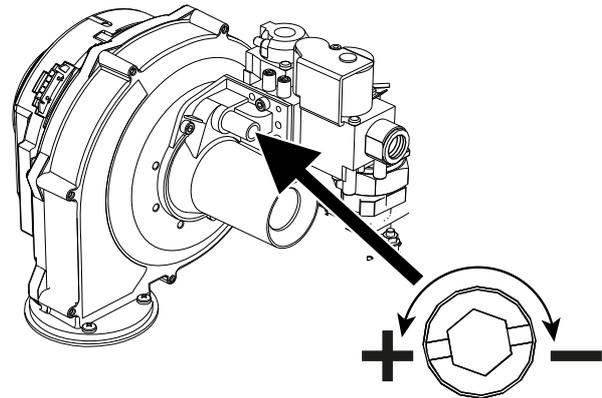

fig. 95 - Vite di regolazione della massima portata
- Nel caso in cui i valori non corrispondano a quelli indicati, regolare la CO2 attraverso la vite di regolazione (vedi fig. 95) riportandoli a quelli indicati.